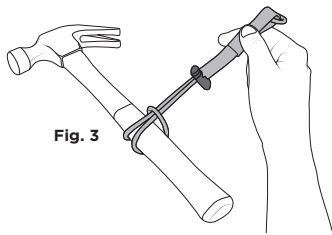
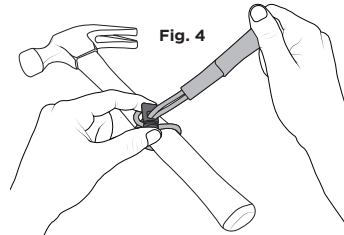

Fig. 3
Fig. 4
4. Feed the D-ring end through the loop end of the Tool Tail™ [fig. 3]. Pull the loop tight to remove slack. Snug barrel lock against the tool if applicable [fig. 4].
- Pase el extremo del anillo en forma de D por el extremo del lazo de la Tool Tail™ [fig. 3]. Tire bien para eliminar el huelgo. Si corresponde, apriete el seguro en forma de cilindro a la herramienta [fig. 4].